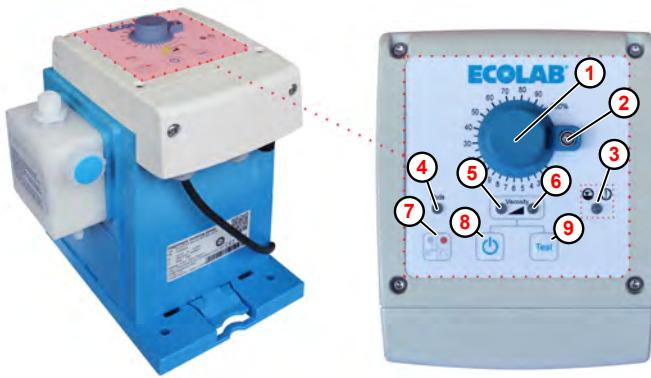

Fig. 15: Botón de encendido/apagado de «EcoUp»
1. La bomba se enciende o apaga mediante el pulsador de encendido/apagado ( Fig. 15 , ⑧ ).
*En función del modo de dosificación seleccionado, se enciende o parpadea el LED izquierdo ( Fig. 15 , ⑤ , Viscosity low) o el LED derecho ( Fig. 15 , ⑥ , Viscosity high).*
1. ➤ En el primer encendido, la bomba está ajustada en el modo de funcionamiento manual; el LED del modo de funcionamiento (Fig. 15, 4) está apagado. La bomba comienza a funcionar inmediatamente tras el encendido; el LED del estado de funcionamiento/modo de dosificación 5 o 6 se ilumina en verde.